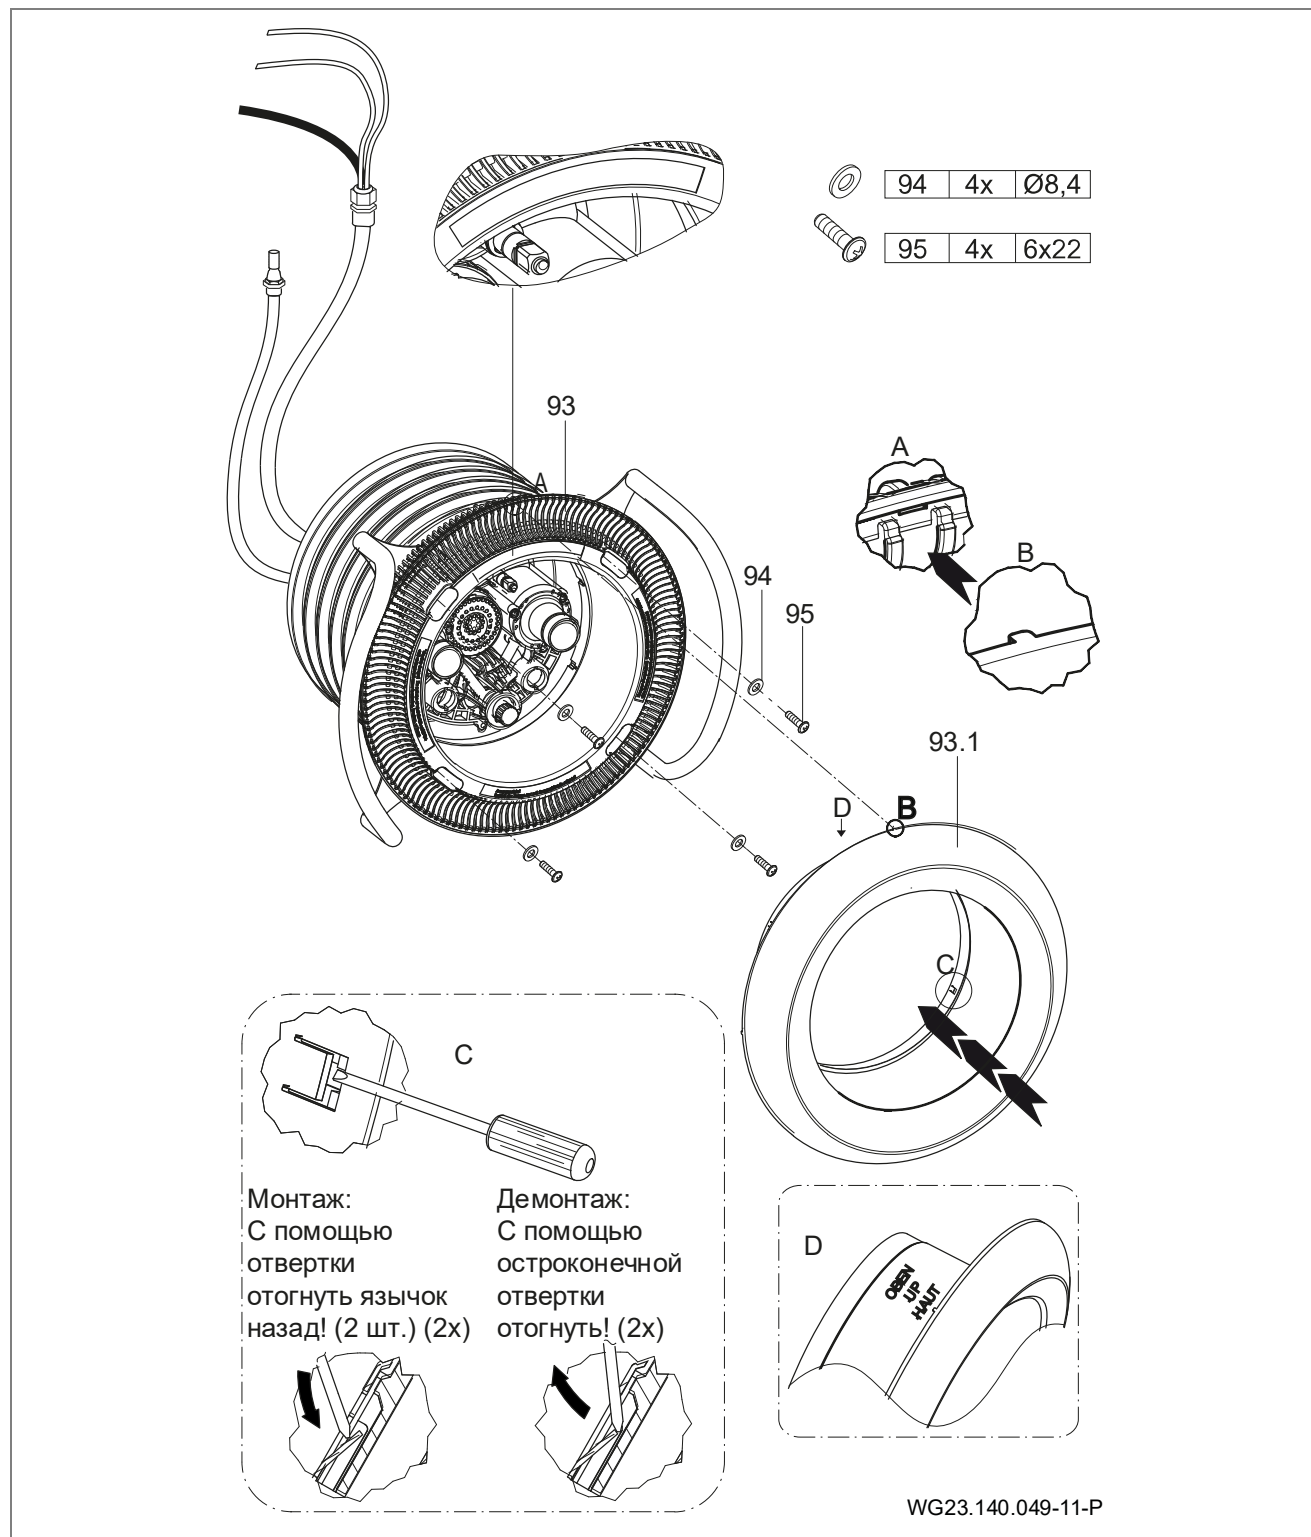

Рис. 19
7. Выровнять весь корпус сопел (102.1) на встраиваемом корпусе (1) и прикрутить с помощью десяти предварительно смонтированных самонарезающих винтов (61). (Рис. 19)
Primavera Deluxe: Пьезокнопки с двумя установленными кольцами круглого сечения осторожно вдавить в смонтированные корпуса кнопок в сопловой коробке. При необходимости воспользоваться вазелином. (Рис. 19)
9. Приложить заглушку всасывания (93) к зажимному кольцу (28) и прикрепить с помощью четырех подкладных шайб (94) и четырех самонарезающих винтов (95). Следить за расположением. (Рис. 19)